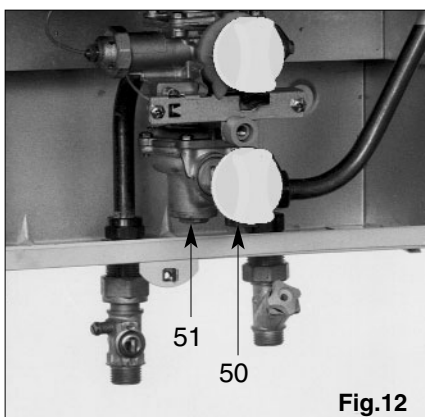

Fig.12
Le dispositif d'allumage progressif est réglé en usine pour des conditions moyennes de pression d'eau. Si l'allumage du brûleur est trop rapide ou trop lent, il est possible de modifier le réglage de ce dispositif en agissant sur la vis (50) (fig. 12).
- vidanger l'appareil en dévissant le bouchon (51) (fig. 12)
(fig. 12, page 4).